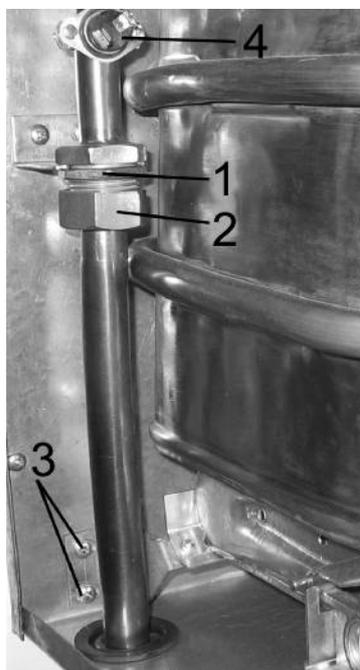

Рис. 18. Демонтаж горелки
- ✓ отвернуть четыре самореза 3 (см. Рис. 18) крепления горелки к задней стенке котла (по два с каждой стороны) и снять горелку.
- ✓ отсоединить провода от термореле 4 (см. Рис. 18);